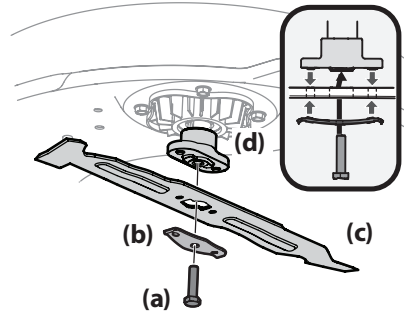

Figura 27
- Quite el tornillo hexagonal (a) y el soporte de campana de la cuchilla (b) que sostiene la cuchilla (c) y el adaptador de cuchilla (d) al motor de la plataforma. Consulte la Figura 27.
- Quite la cuchilla (c) y el adaptador (d) del husillo del motor de la plataforma. Consulte la Figura 27.